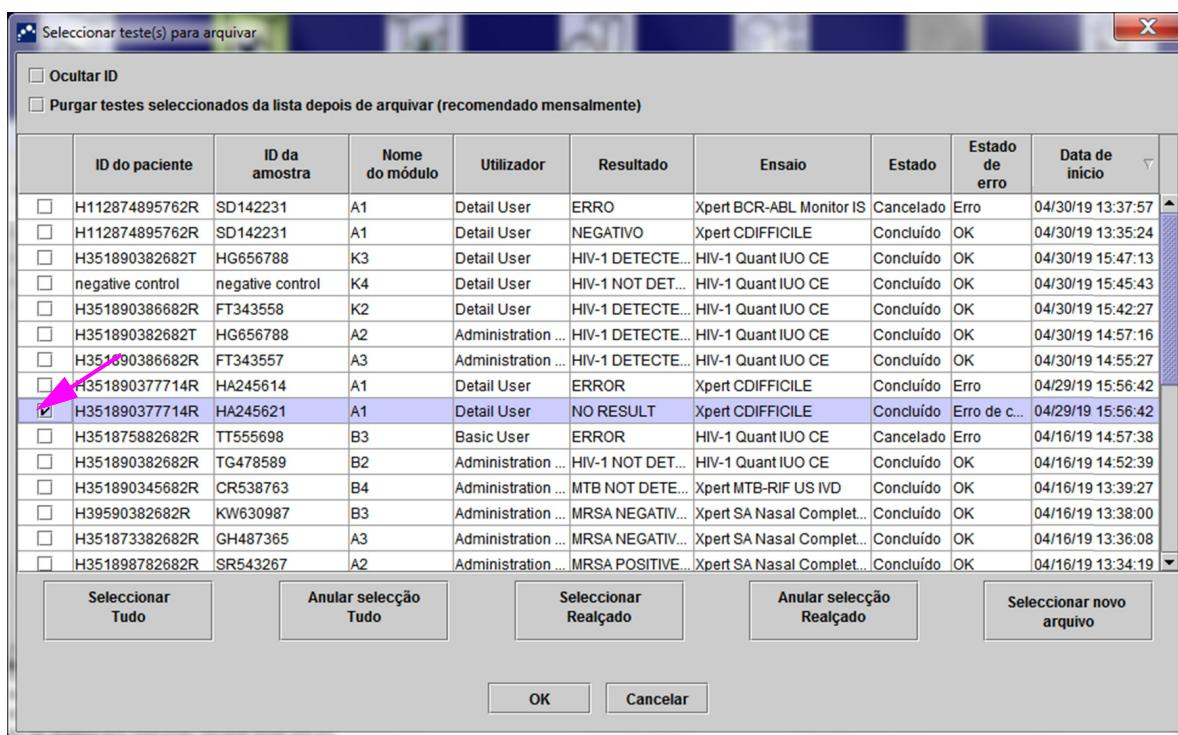

Figura 5-70. Caixa de diálogo Seleccionar teste(s) para arquivar
1. Na janela GeneXpert Dx System, no menu **Gestão de dados**, clique em **Arquivar teste**. É apresentada a caixa de diálogo Selecionar teste(s) para arquivar. Consulte a figura 5-70.
2. Selecione o(s) teste(s) que pretende arquivar. Clique na caixa de verificação junto de cada teste que pretende arquivar. Consulte a figura 5-70. Pode seleccionar os testes individuais, um a um, ou seleccionar um grande número de testes clicando num dos seguintes botões na parte inferior do ecrã Seleccionar teste(s) para arquivar:
Quando a caixa de verificação **Ocultar ID (Cloak IDs)**, situada na área superior esquerda da caixa de diálogo de seleção de teste(s) a arquivar (Select Test(s) To Be Archived) (ver figura 5-70) estiver marcada, todas as informações sobre a ID de amostra e a ID do doente são ocultadas.